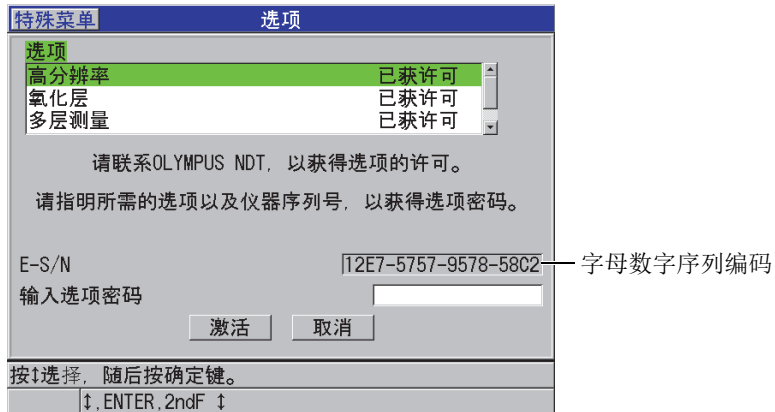

图 7-1 用于激活软件选项的选项屏幕
3. 请记录出现在**选项**屏幕中 (参见第 100 页的图 7-1) 的 S/N (序列号) 栏中的 16 位字母数字序列编码。
5. 在**选项**屏幕中 (参见第 100 页的图 7-1):